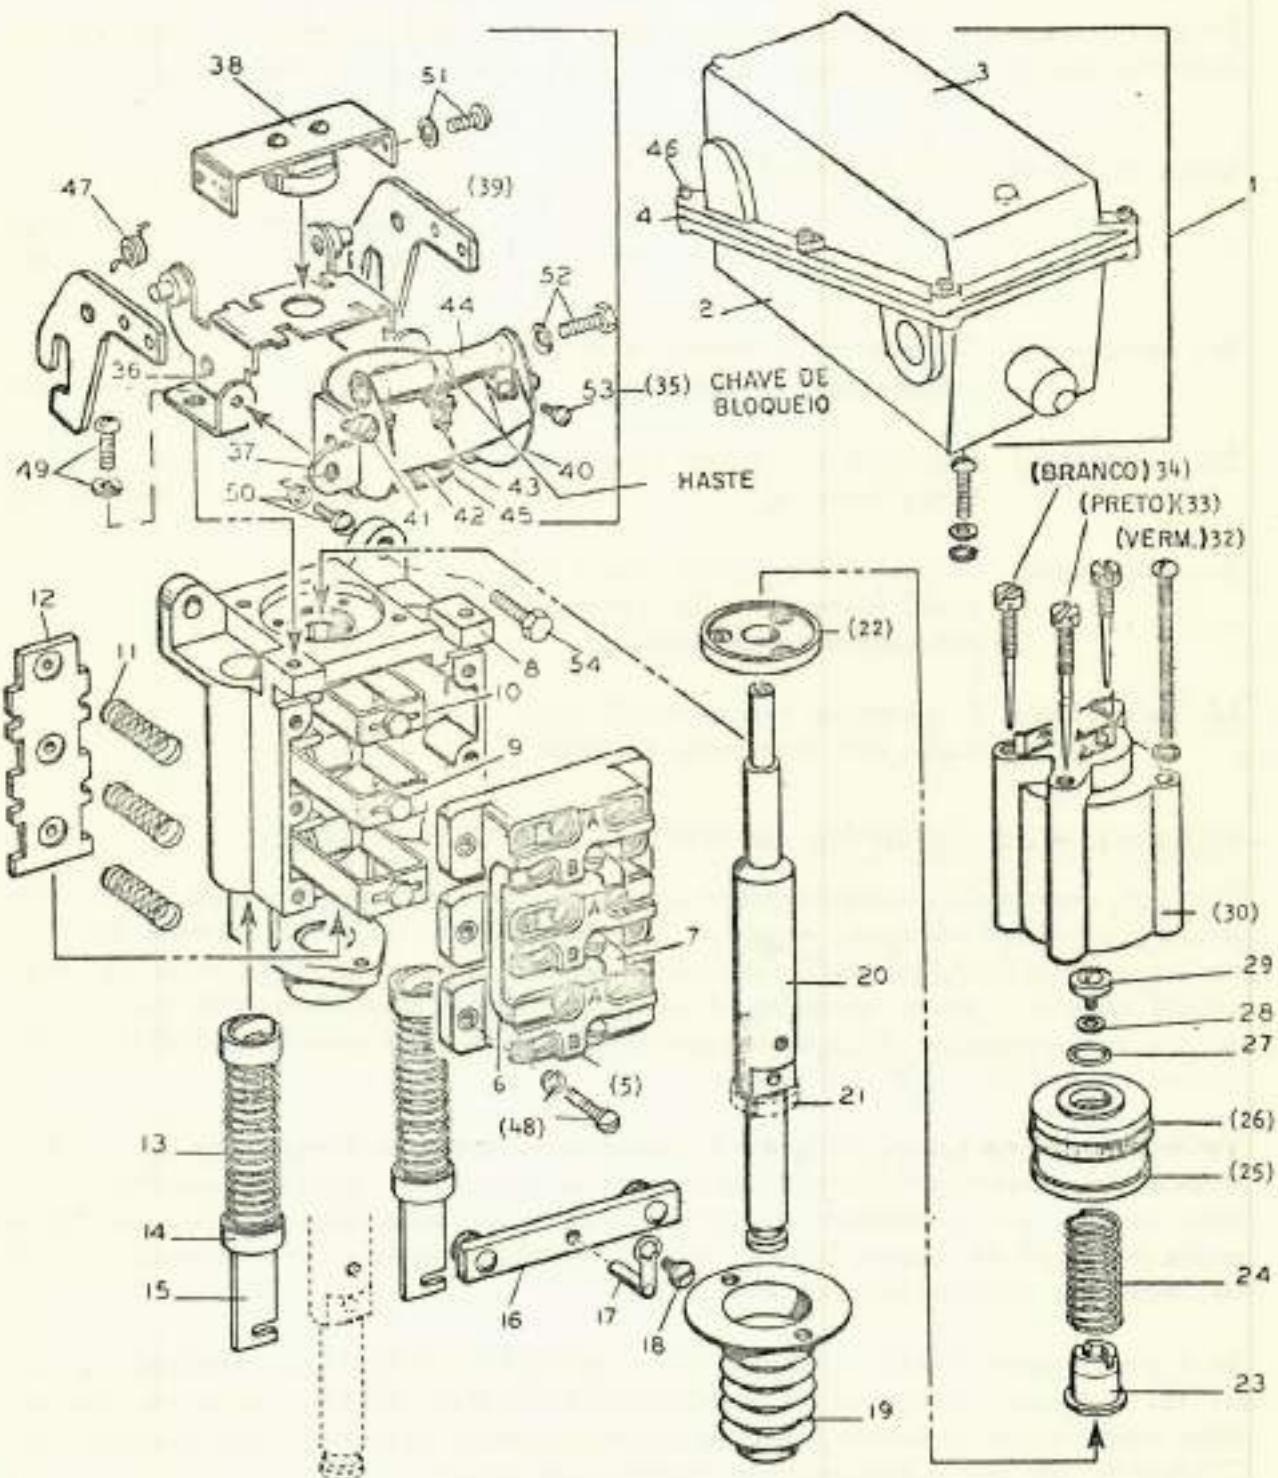

Fig. 30 - Conj. de Controle do Acelerador
A regulagem do controle mestre é efetuada através dos parafusos reguladores na extremidade do amortecedor (item 30) - consulte a fig. 30. Este amortecedor é um dispositivo de vazão de ar, o qual flui da parte frontal do pistão, através de um orifício, até atingir a parte traseira do pistão.